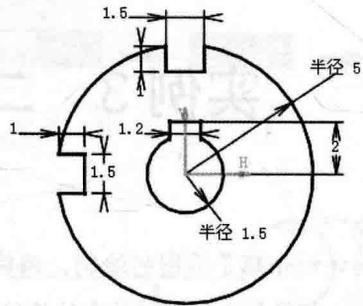

图 2.6 添加竖直约束和半径约束
Step6. 添加图 2.6 所示的竖直约束。选择下拉菜单 **插入** → **约束** → **约束创建** → **竖直** 命令; 标注图中的各直线尺寸。